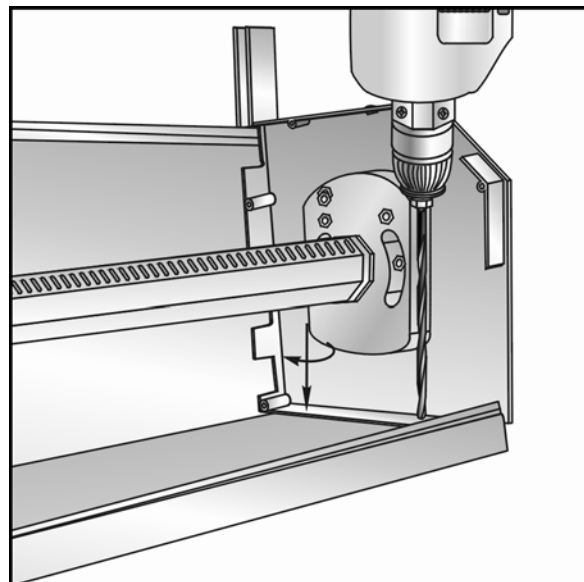

Рис. 2.10
- при встроенном монтаже сверлить по два отверстия в верхней отбортовке каждой крышки (рис. 2.10);